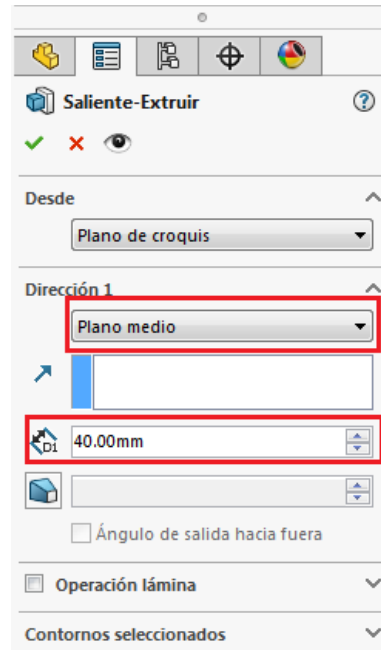
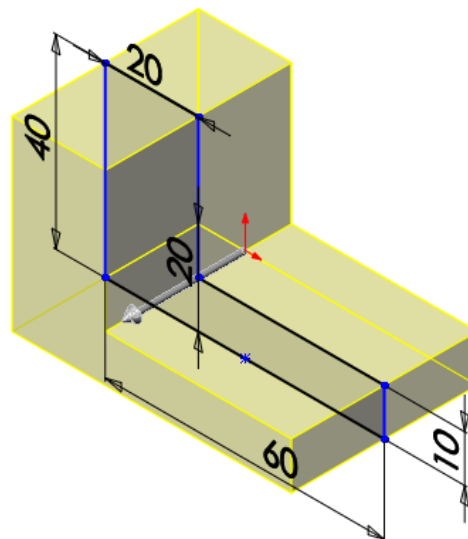

Ilustración 40
Ilustración 41
Paso 3: Seleccionar el croquis, dirigirse a la pestaña de **Operaciones** y dar clic en **Extruir saliente/base**, a continuación aparece un menú al lado izquierdo de la pantalla en donde se elige la profundidad de la extrusión, en este caso 40mm de profundidad y la opción plano medio (ver ilustración 40), esto genera un bosquejo de la extrusión (Ver ilustración 41).